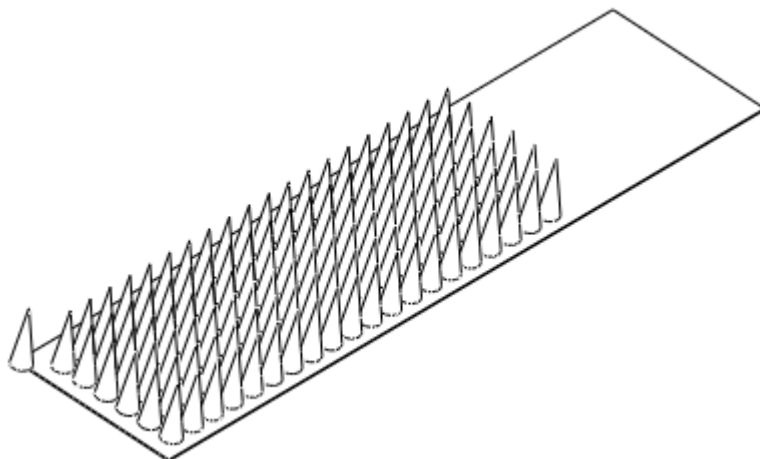

图 38-11
- (4) 设定第 1 方向的阵列个数为 20，第 2 方向的阵列个数为 6。
- (5) 单击 ，完成特征的建立，如图 38-11 所示。